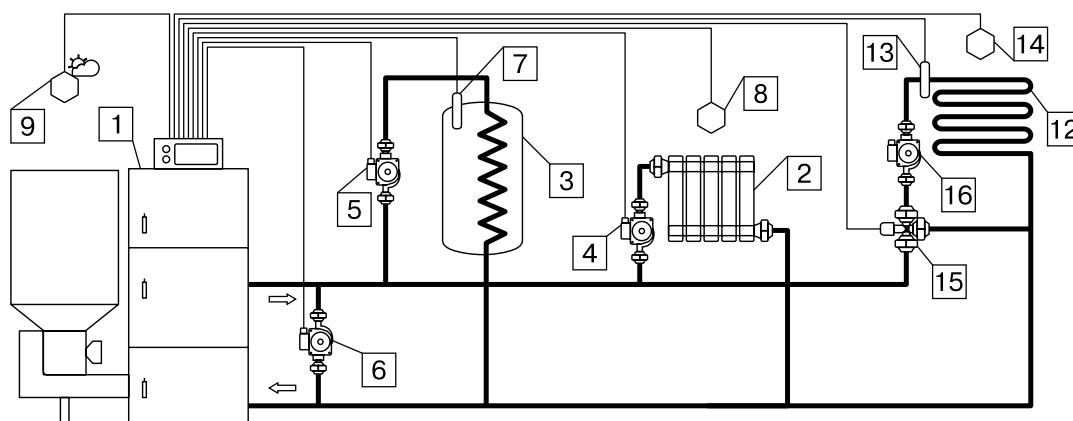
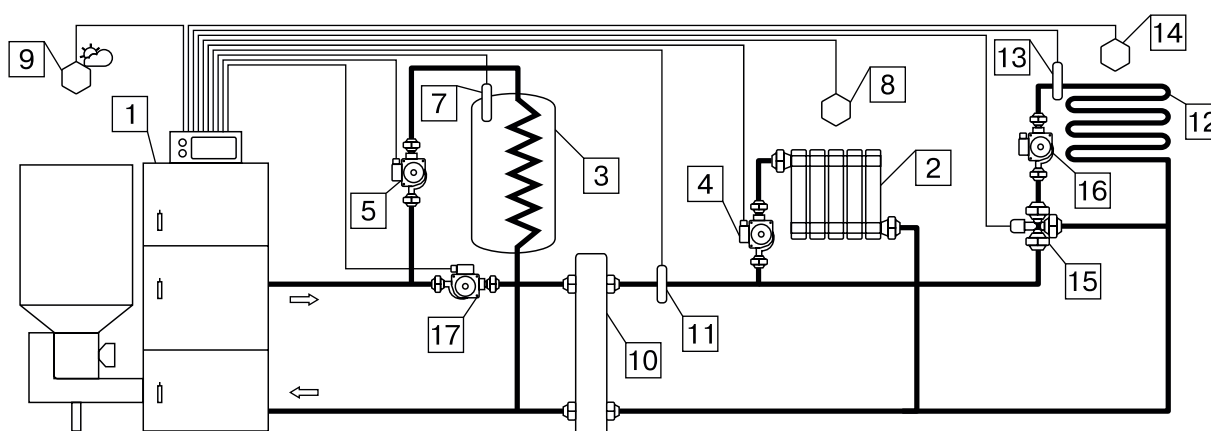

Рис.9 Упрощенная схема подключения котла с узлом рециркуляции
Рис.10 Упрощенная схема подключения котла с гидроразделителем
7.4.1. Упрощенные варианты схем монтажа котла с закрытой системой отопления представлены на Рис.9; Рис.10.
7.4.5. Во избежание конденсации продуктов сгорания в котле и повышения долговечности котла и дымохода, отопительный котел должен быть оборудован контуром рециркуляции или смесительным устройством, поддерживающим температуру теплоносителя на входе в котел выше 65°C, (точка росы продуктов сгорания) (поз.10 Рис.9). Для монтажа системы рециркуляции на стенке котла предусмотрены патрубки (поз.21 Рис.3).